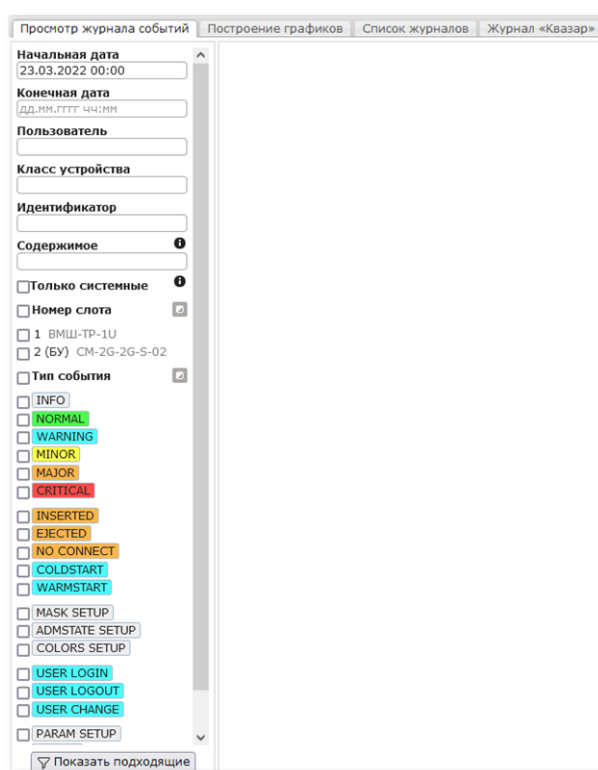

Рисунок 31 – Вид вкладки [Журнал] в СУ
– в главном окне СУ (см. Рисунок 14) выбрать вкладку [Журнал] (см. Рисунок 31);